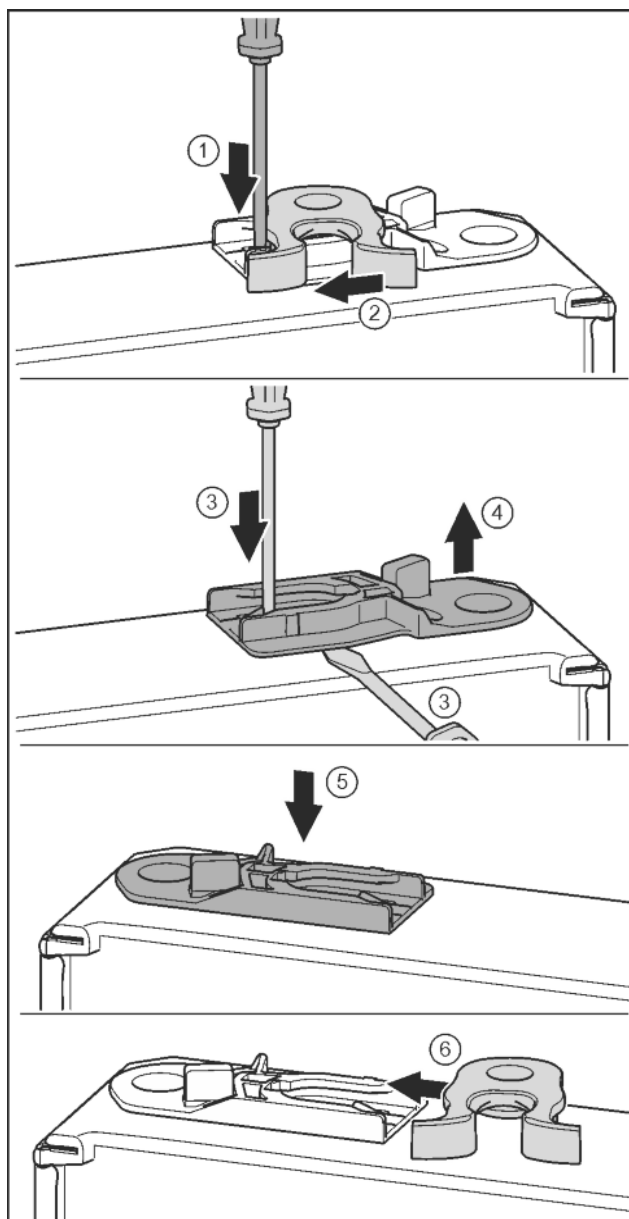

Fig. 19
- ▶ Pousser vers le bas la languette avec un tournevis plat. Fig. 19 (1)
- ▶ Tirer le crochet de fermeture en dehors du guide. Fig. 19 (2)
- ▶ Sortir la douille de guidage : Pousser la languette avec un tournevis plat et la faire passer simultanément sous la douille de guidage avec un tournevis plat. Fig. 19 (3, 4)
- ▶ Pousser la douille de guidage fournie de l'autre côté du logement. Fig. 19 (5)
- ▶ Pousser le crochet de fermeture dans le guide. Fig. 19 (6)